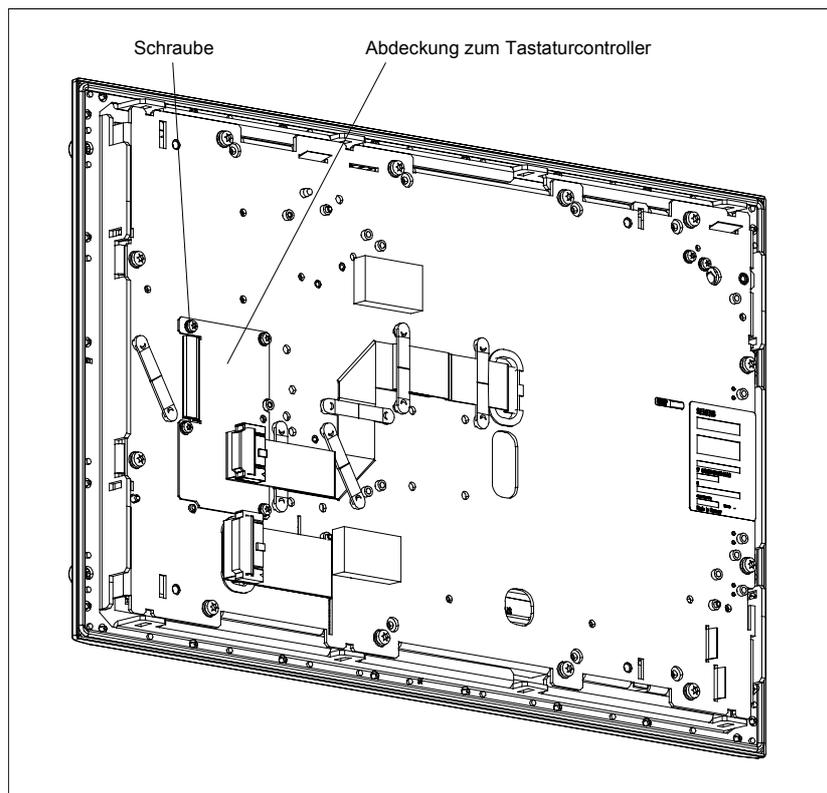

Bild 7-3 Abdeckung zum Tastaturcontroller abbauen
- Entfernen Sie die vier Schrauben an der Abdeckung zum Tastaturcontroller des Panel PC (siehe Bild 7-3).